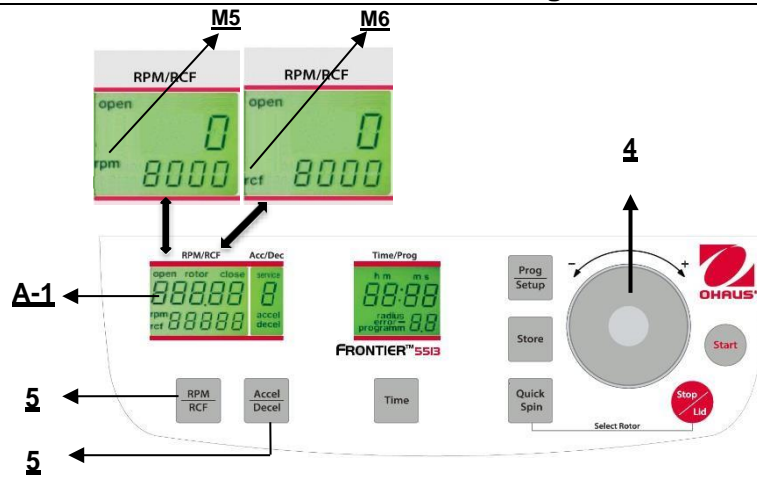

Abbildung. 13
Diese Vorauswahl wird durch die Taste **"RPM/RCF"** (5) aktiviert (siehe Abbildung 13 unten). Wenn Sie die Taste einmal drücken, blinkt das Wort **"rpm"** (M5). Wenn Sie die Taste zweimal drücken, kann die Vorauswahl der Zentrifugalkräfte ausgewählt werden. Dann erscheint das blinkende Wort **"rcf"** (M6). Sie können die gewünschten Werte mit dem Anpassungs Wählscheibe (4) einstellen. In der Anzeige (A-1) wird stets der regulierte Wert angezeigt, bevor, während und nach dem Betrieb.